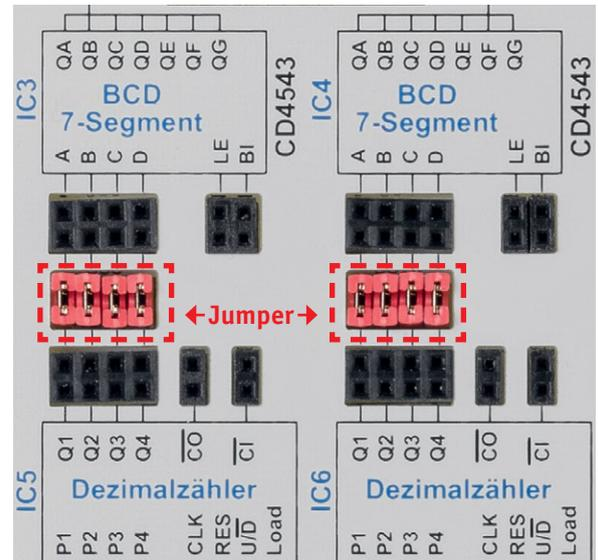

Bild 17: Mittels Jumper werden Zähler (CD4510) und Anzeigendecoder (CD4543) verbunden.
wird mit dem Oszillator und Teiler CD4060 erzeugt, wie in Bild 17 dargestellt. Der verwendete Quarz arbeitet mit einer Frequenz von 4,19439 MHz. Durch den integrierten Teiler wird die Frequenz mit jeder Teilerstufe durch zwei geteilt. Wir verwenden die Frequenz am Ausgang Q12. An diesem Anschluss liegt die Oszillatorfrequenz geteilt durch 212 (4096) an. Das ergibt 4,194304 MHz, geteilt durch 4096 = 1024 Hz.
Wie man über eine Wired-And-Matrix den Teilerfaktor errechnet, ist im Abschnitt „CD4060“ bzw. „CD4040“ erklärt. Um es vorwegzunehmen, wir benötigen die Teilerausgänge Q2, Q3, Q5, Q6 und Q9, die mittels einer Und-Funktion einen Reset am CD4040 auslösen müssen. Entsprechend sind also an den genannten Teilerausgängen die Steckbrücken (Jumper) zu setzen. Der Anschluss Reset FB2 wird nun über eine Diode mit dem Reseteingang des CD4040 verbunden (siehe Bild 17). Durch diese Maßnahmen erhalten wir einen Teiler, der die Eingangsfrequenz (1024 Hz) durch 310 teilt. Wir erhalten somit eine Frequenz von 3,304 Hz, also nicht ganz genau die erwünschte Frequenz von 3,3 Hz. Diese kleine Abweichung nehmen wir in Kauf, denn alleine durch die Reaktionszeit beim Drücken der Tasten ergeben sich größere Abweichungen.
Beim Übergang von der Zählstufe 9 nach 0 wird ein Impuls am Ausgang Carry-out (CO) generiert, den wir nutzen, um den zweiten Zähler IC5 zu takten. Das war in Sachen Zählereinheit schon alles. Um die Zählerstände zur Anzeige bringen zu können, setzen wir den BCD-zu-7-Segment-Decoder ein. Dies geschieht mit IC3 und IC4 vom Typ CD4543. Auch hier ist die Funktionsbeschreibung in dem entsprechenden Abschnitt erklärt. Diese Wandler setzen den BCD-Code der Zählerausgänge in einen Code für die 7-Segment-Anzeigen um, sodass wir die Zahl auf der LED-Anzeige ablesen können. Zu beachten ist hier, dass die Zählerausgänge (IC5 und IC6) mit den Eingängen der Decoder verbunden werden müssen. Dies geschieht über Jumper, wie sie in Bild 17 dargestellt sind.